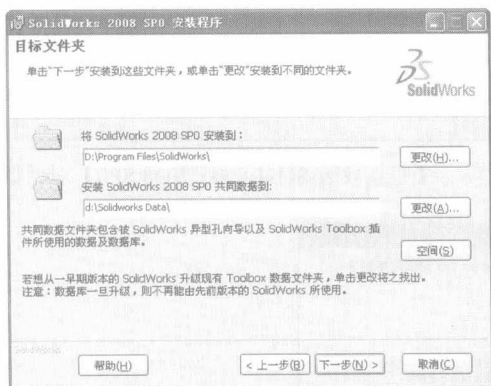

图 1-3 【目标文件夹】对话框
(3) 选中 **【SolidWorks】** 单选按钮, 然后单击 **下一步(N) >** 按钮, 进入 **【目标文件夹】** 对话框, 如图 1-3 所示。